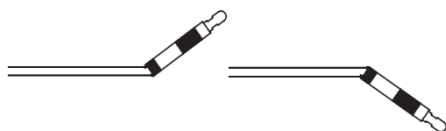

図 5
- 次に、コイルデリバリープッシャーを真直ぐに戻し、リリースワイヤが露出されるまで曲げ伸ばしを続ける(図 5)。